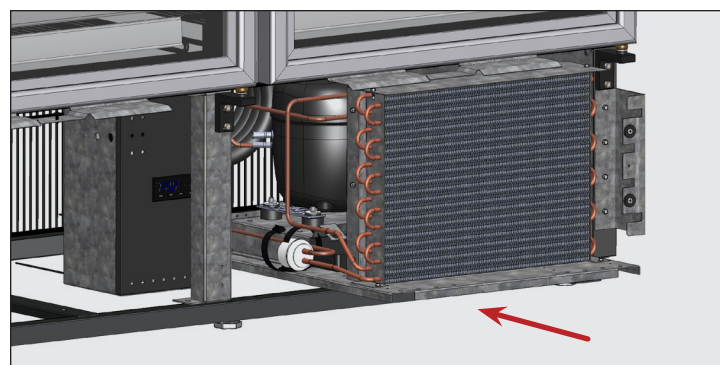

Fig. 8. Remplacez avec soin l'unité de condensation en la faisant glisser sur sa position et remplacez les boulons.
10. Remplacez avec soin l'ensemble du compresseur en le faisant glisser sur sa position et vissez-le en place. Voir fig. 8.